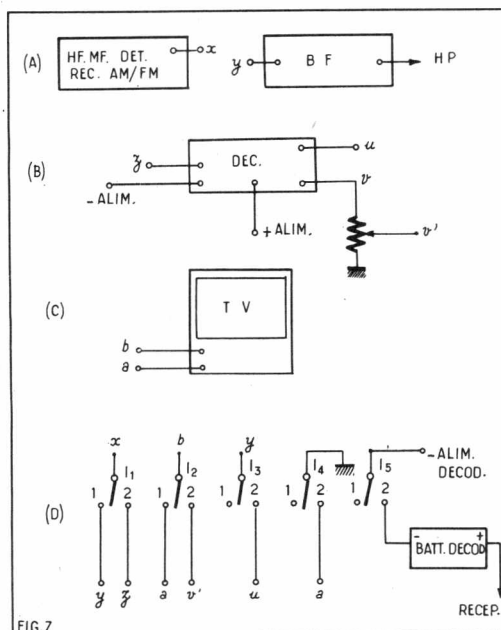

FIG. 7
Voici, à la figure 7, le récepteur AM/FM modifié pour obtenir une sortie détectrice et une entrée BF, points de branchement normalement reliés entre eux dans un récepteur. L'appareil de TV possède une entrée BF point b et une sortie détectrice point a comme indiqué également en (A) figure 7.
Sur la figure 7 on a indiqué en (C) le décodeur avec l'entrée au point z et les deux sorties en u pour le canal 1 et en v pour le canal 2.
Le commutateur est représenté en (D) figure 7. Il est à quatre pôles et deux positions.
Un interrupteur sera disposé sur le décodeur pour couper l'alimentation en position 1. Comme on le montre sur la figure 7 (D), l'élément I₅ du commutateur peut effectuer la coupure de l'alimentation du décodeur en position 1.